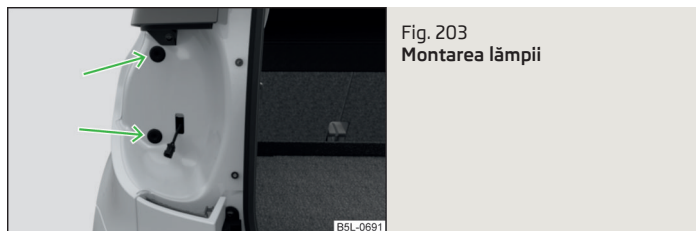

Fig. 203
- Introduceți lampa în locașurile din caroserie » fig. 203.